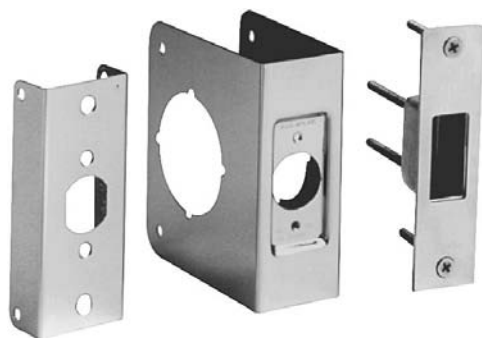

Рис. 5.36. Усиливающие приспособления полезны при установке замков на непрочные или поврежденные двери (С разрешения компании M.A.G. Eng. And Mfg. Co)
- ☐ Средства усиления дверей, отличающиеся по размеру и лицевой поверхности (рис. 5.36)